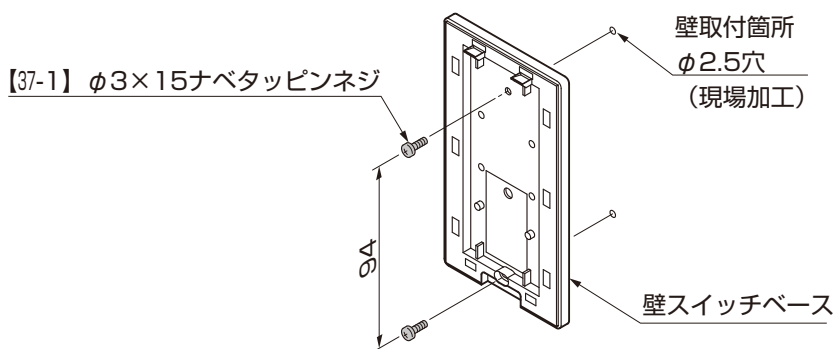

図10-2 壁スイッチベースの取付け
②壁スイッチベースを、目隠材などのシャッター開閉が確認できる所に、【37-1】で取付けてください。(図10-2参照)
●壁取付箇所にφ2.5穴をあけてから取付けてください。(図10-2参照)